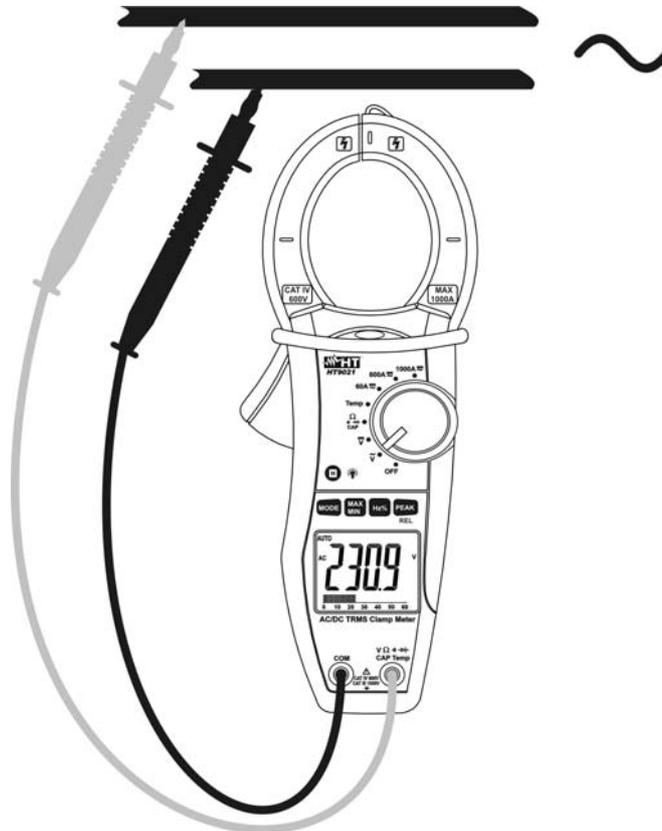

Abb. 2: AC Spannungsmessung
2. Verbinden Sie die Meßleitungen mit den Eingangsbuchsen. Die rote Meßleitungsbuchse mit der $V\Omega\text{CAP Temp}$ Eingangsbuchse, die schwarze Meßleitungsbuchse mit der **COM** Eingangsbuchse (Abb. 2)